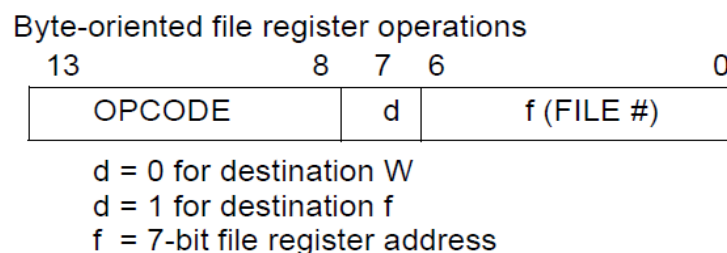

Figure IV.1.
- les instructions **BYTE-ORIENTED** (orientées **octet**) : cf. figure IV.1.